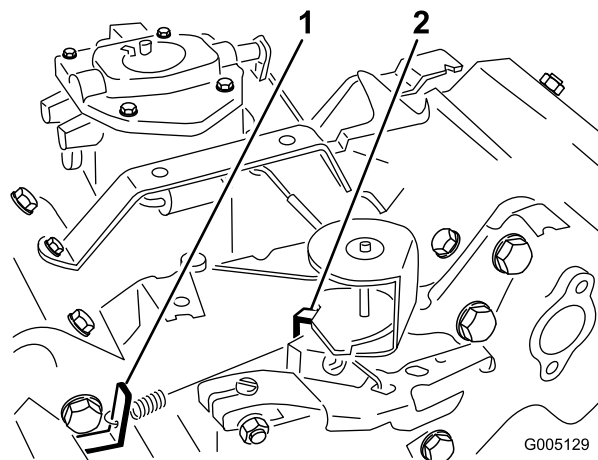

Figura 51
3. Piegate la linguetta di ancoraggio della molla regolata al minimo (Figura 51) per ottenere una minima di 1650 ± 100 giri/min. Controllate la velocità con un tachimetro.
5. Mettete il comando dell'acceleratore in posizione Fast. Piegate la linguetta di ancoraggio della molla del massimo (Figura 51) per ottenere una velocità massima di 2850 ± 50 giri/min.